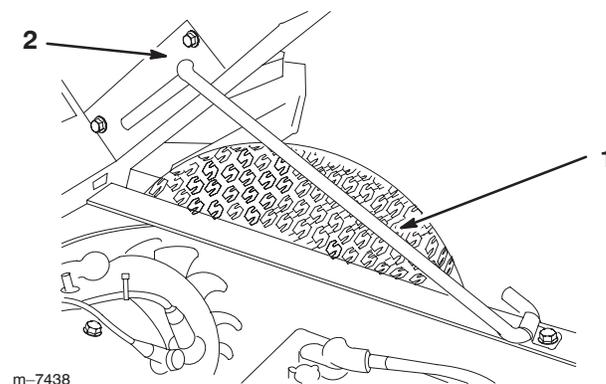

Figure 23
2. Placez la béquille de maintien dans la fente de verrouillage pour bloquer le plateau en position (Fig. 23).